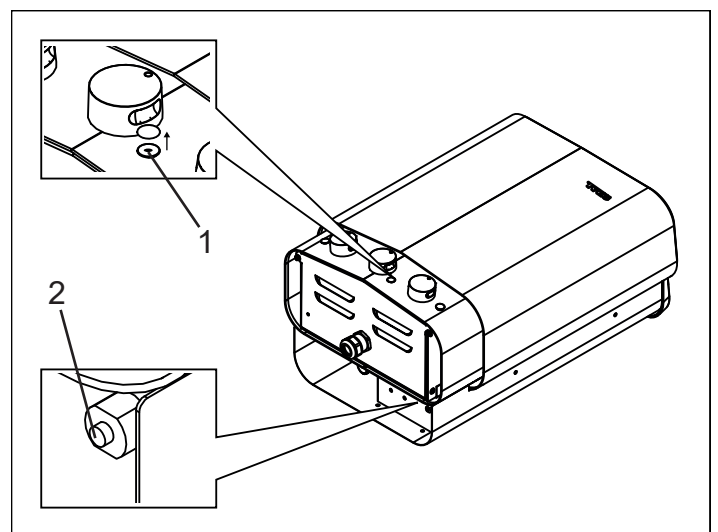

Figure 8 : réinitialisation des dispositifs de protection thermique
• **Poêle** - La protection thermique du poêle sert à empêcher la surchauffe des composants, des résistances tubulaires et du bois à l'intérieur du sauna. Un bouton-poussoir rouge se trouve sous un cache noir, à l'avant du poêle et à droite du bouton de thermostat (voir Figure 8). Lorsque la protection thermique s'est déclenchée, un déclic est ressenti lorsqu'on enfonce le bouton. Si la protection thermique ne s'est pas déclenchée et après réinitialisation, le bouton est plus souple.
• **Réservoir d'eau** - La protection thermique dans le réservoir d'eau est prévue pour éviter que la résistance ne chauffe sans évaporation. Sur le dessous du poêle se trouve un bouton-poussoir rouge (voir figure 8). Lorsque la protection thermique s'est déclenchée, un déclic est ressenti lorsqu'on enfonce le bouton. Si la protection thermique ne s'est pas déclenchée et après réinitialisation, le bouton est plus souple.